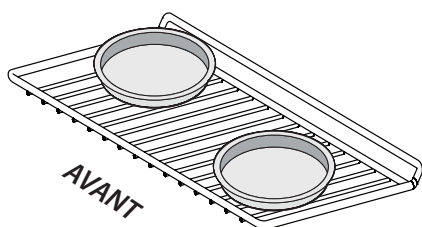

Figure 21: Cuisson avec une seule grille
- Lorsque vous utilisez une grille de four, placez la batterie de cuisine comme indiqué à la figure 21. Laissez un espace d'au moins 5 cm (2 po) entre les batteries de cuisson pour assurer une bonne circulation de l'air.